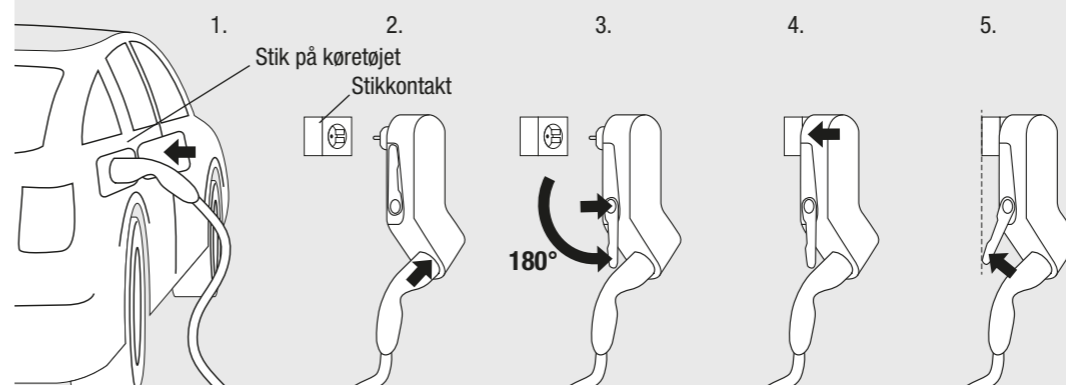

Fig. 2: Opladningsrækkefølge
- Mobilitetsdocken må kun bruges ophængt lodret, hvor den støttes af en stikkontakt for at undgå belastning af stikkontakten (se fig. 2). Tung belastninger kan beskadige mobilitetsdocken og/eller stikkontakten.
- Mobilitetsdocken må ikke tilsluttes stikkontakten, før ladestikket er sat i en stikkontakt af type 2 (C). Ellers kan stikkontakten tage skade.
Mobilitetsdocken er en nødoplader i kategori 2, der er beregnet til lejlighedsvis, bærbar brug. Den må kun bruges i en sikker, ubevægelig og lodret position. Den må kun bruges på en mekanisk og elektrisk egnet, vægmonterede stikkontakt (se fig. 2, trin 5)! Mobilitetsdocken må kun bruges inden for dens tekniske specifikationer.